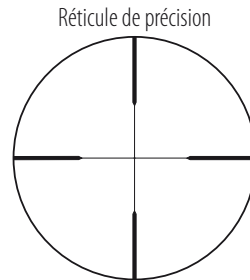

Fig. 3
(1) Mise au point
- ❶ Regardez dans l'oculaire, l'œil placé à environ 4 pouces (10 cm) de l'oculaire, pour voir le réticule de précision (Fig. 3).